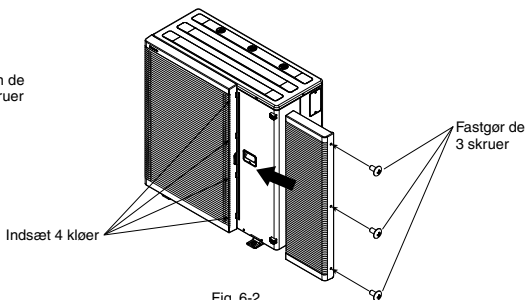

Fig. 6-2
2. Indsæt 4 kløer på tømningsgitteret (højre side) og fastgør de 3 skruer. (Fig. 6-2)